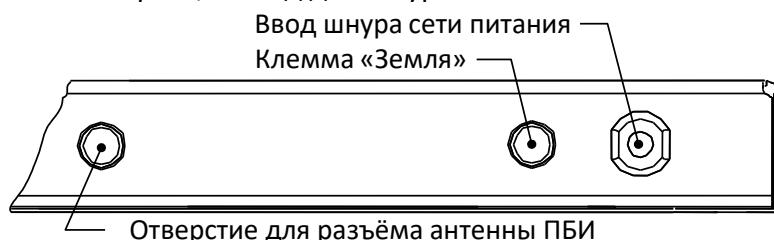

Рисунок 3 - Вид сзади
На задней стенке основания (рисунок 3) находятся: отверстие для установки антенны ПБИ, клемма «Земля», для заземления аппарата, и ввод для шнура сети питания.
3.1.2 Если аппарат эксплуатируется совместно с ПБИ¹, подключить к разъёму, установленному в отверстие для антенны ПБИ (рисунок 3 на странице 5), antennу из комплекта принадлежностей.
3.1.3 Заземлить аппарат подключением к клемме заземления (рисунок 3 на странице 5). В качестве шины заземления использовать контур заземления.